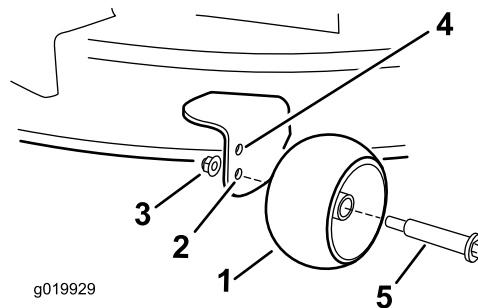

Figura 20
- Furo superior – utilize esta posição com a plataforma de corte nas posições de altura de corte de 63 mm e inferiores (Figura 20).
- Furo inferior – utilize esta posição com a plataforma de corte nas posições de altura de corte de 76 mm e superiores (Figura 20).